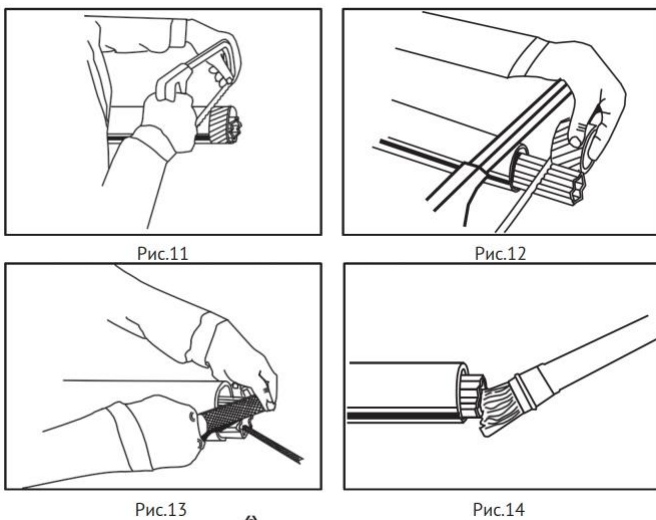

Рис. 11– 14 Последовательность подгонки карданного вала по длине: разметка, укорочение, зачистка кромок, смазка и сборка
- **Рис. 11** – разметка длины карданного вала перед подгонкой;